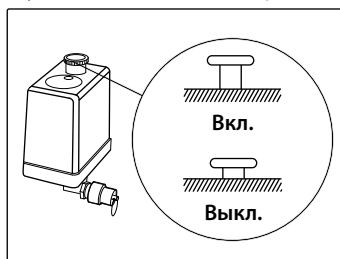

Рис. 5
- Пусковой выключатель на реле давления находится в положении «0» – «OFF» («Выключено») (рис. 5).